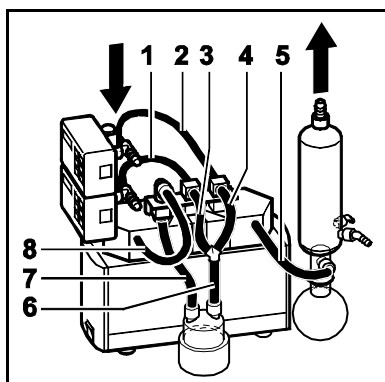

Abb. 19: Verschlauchung System SCC
1. Demontierten Vakuum-Controller (2) in die Nut des neuen Stativs (16) schieben und mit Klemmverbindung fixieren.
2. Befestigungsteil vom Stativ in die seitliche, nach oben weisende Nutschiene der Basisplatte (17) schieben.
5. Zwei zusätzliche Vakuumventile (6) in Nut des Querstativs schieben und durch Klemmverbindung fixieren.
6. System verschlauchung (Abb. 19).